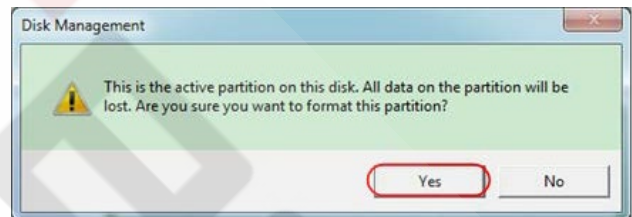

Рисунок 4.3. Диалоговое окно подтверждения команды на форматирование USB-накопителя
4) Щелкните правой кнопкой мыши по области, отмеченной красной меткой 1 или 2 и выберите команду «Форматировать» (**Format**). В открывшемся диалоговом окне щелкните по кнопке «Да» (**Yes**) (рисунок 4.3).